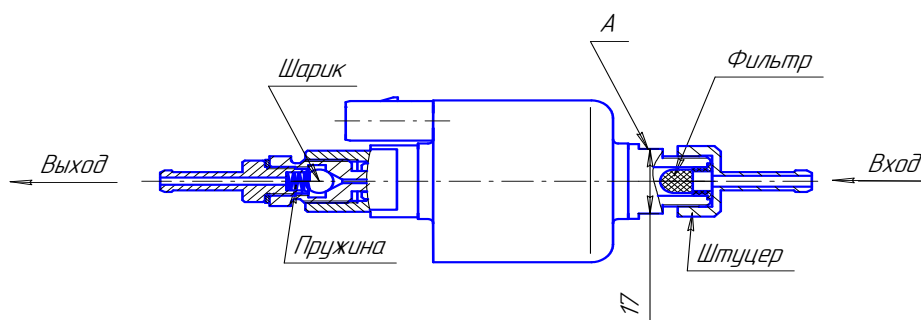

Рис.12 – Топливный насос
1) демонтировать топливный насос с автомобиля. Зафиксировав ключом (ключ на 17 мм) от поворота за поверхность А, отвернуть штуцер и снять фильтр (см. рис.12, запрещается фиксация топливного насоса за другие поверхности при отворачивании и наворачивании штуцера);